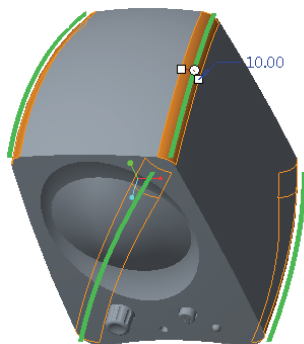

图 12-134 选择要倒圆角的边参考
- 3) 结合 $\langle \text{Ctrl} \rangle$ 键选择如图 12-134 所示的边线。